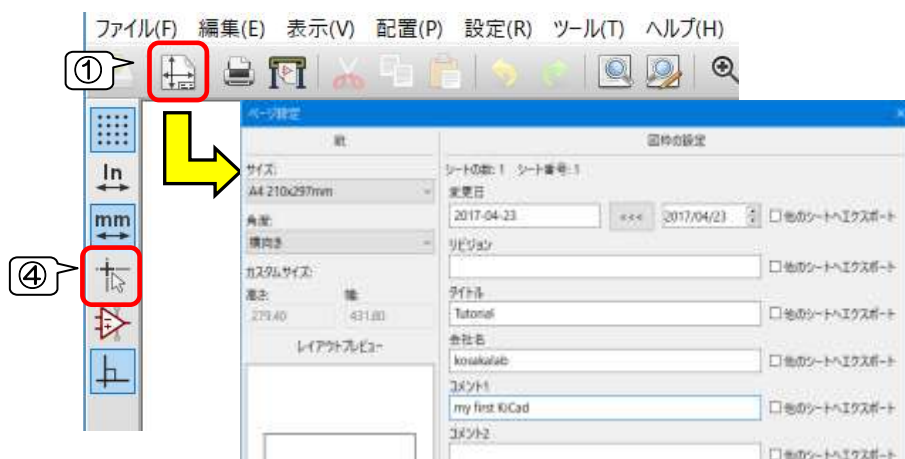

図 5-3
(3) 図枠の設定、カーソルの設定 図 5-3
- ① 上ツールバー  「ページの設定」をクリックしてページ設定ダイアログを開きます。
- ② 図枠サイズを A4 とし、タイトルなど回路図情報を記述し[OK]をクリックして閉じます。
- ③ 記述した内容は図枠右下の欄に表示されます。
- ④ 左ツールバー  「カーソルの形状を変更」を選択して大きなカーソルにします。